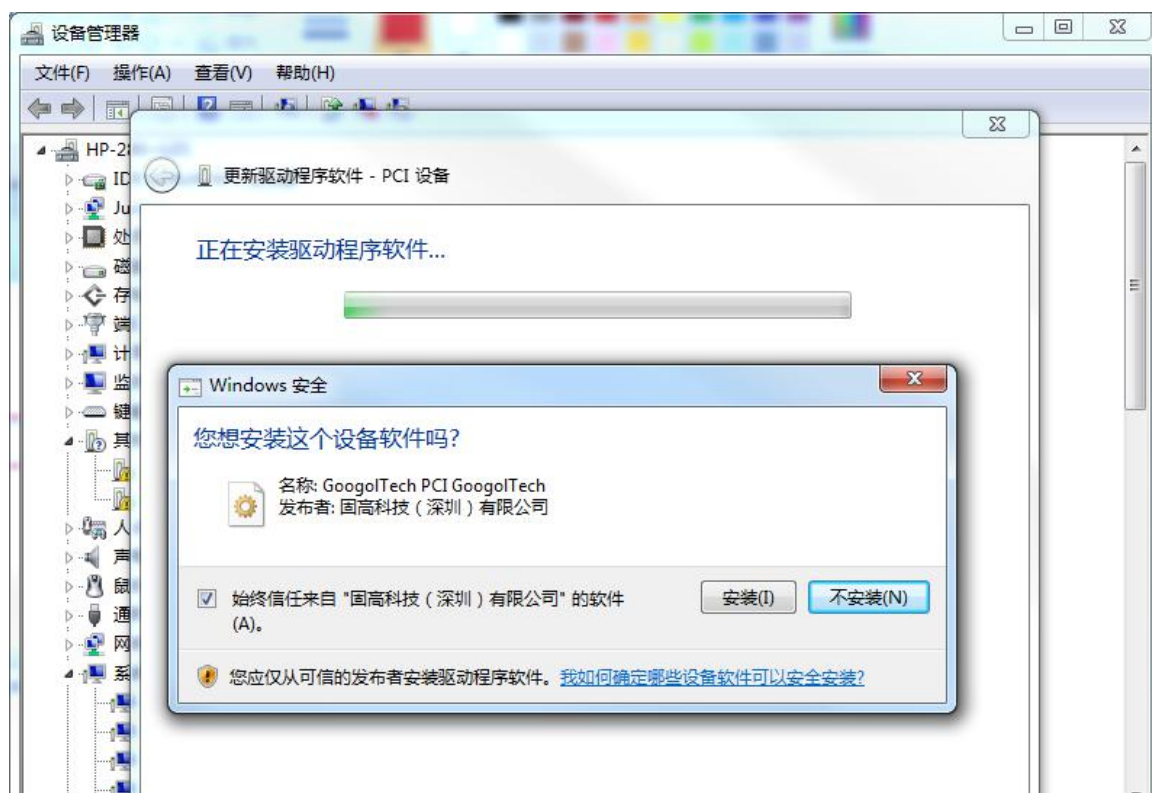

图 2-5 控制器驱动程序安装界面 5
- (7) 如图 2-5 控制器驱动程序安装界面 5 所示，勾选“始终信任来自”固高科技(深圳)有限公司的软件(A)”，点击“安装(I)”。